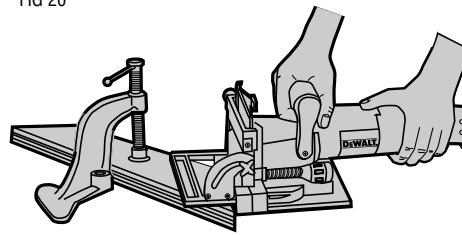

FIG 21
3. CORNER JOINTS (See Figure 21)